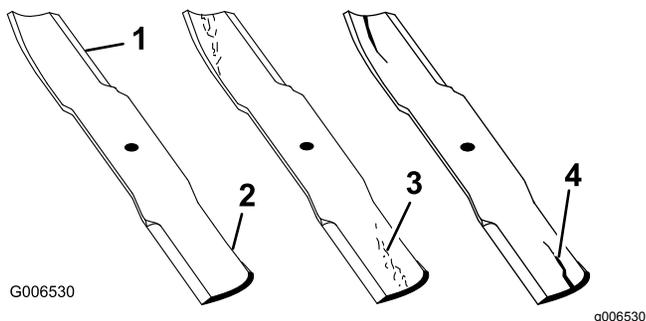

Bild 70
2. Untersuchen Sie die Schnittkanten (Bild 70).
4. Prüfen Sie die Schnittmesser, insbesondere den gebogenen Bereich (Bild 70).
5. Wenn Sie Schäden, Verschleiß oder Rillenbildung in diesem Bereich feststellen (Bild 70), sollten Sie sofort ein neues Schnittmesser einbauen.